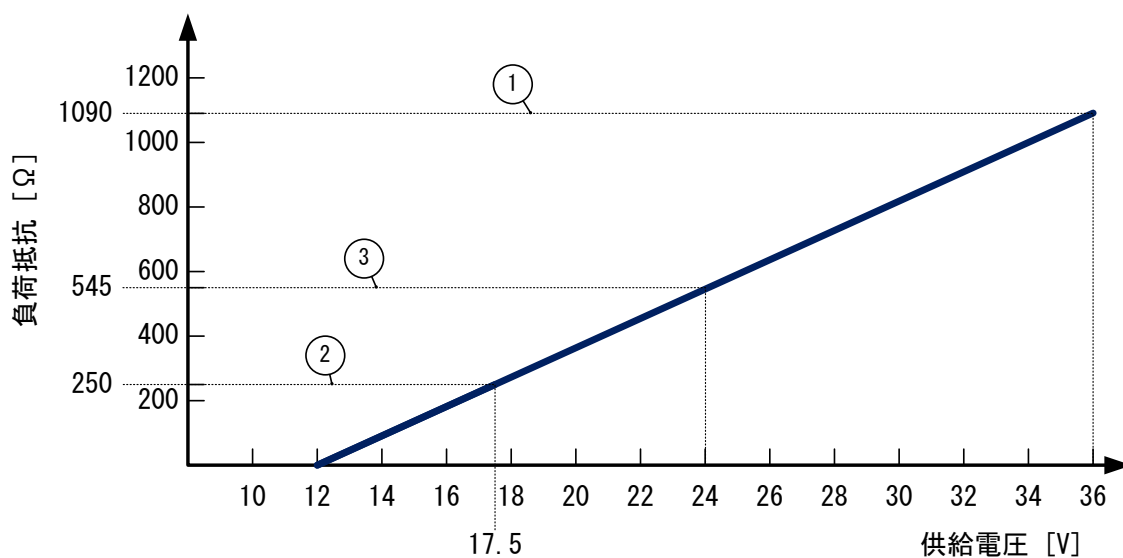

図 3.4.1 許容負荷抵抗と供給電圧
許容負荷抵抗は図 3.4.1 のとおりです。
本機器最大供給電圧での最大負荷抵抗値を、図 3.4.1 中の①で示しています。
通常、通信に使用される抵抗は 250Ω です。図 3.4.1 中の②で 250Ω 時の電圧 (DC17.5V) を示しています。また、図 3.4.1 中の③で DC24V 時の負荷抵抗値 545Ω を示しています。